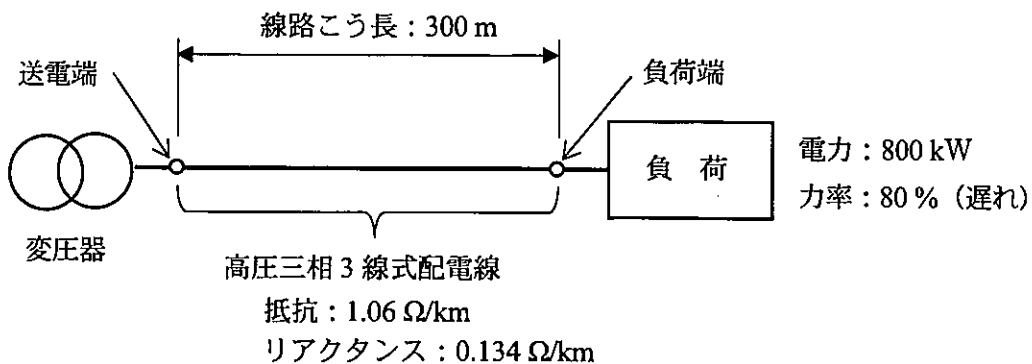

図1 配電系統
(5) 図1に示すように、高圧三相3線式配電線の負荷端に平衡三相負荷が接続されている。